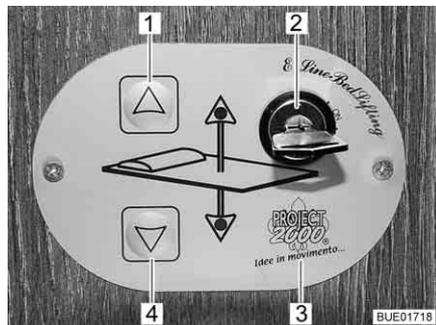

Bild 107 Bedienteil
Bedienteil Mit den Tasten (Bild 107,1 und 4) auf dem Bedienteil (Bild 107,3) wird das Hubbett abgesenkt oder angehoben. Mit dem Schlüsselschalter (Bild 107,2) wird das Bedienteil gegen unbefugte Benutzung gesichert.
- Schlüssel im Schlüsselschalter (Bild 107,2) drehen. Das Bedienteil (Bild 107,3) ist aktiviert.
- Pfeiltaste (Bild 107,4) drücken und so lange gedrückt halten, bis das Hubbett in die gewünschte Position nach unten gefahren ist.
- Pfeiltaste (Bild 107,1) drücken und so lange gedrückt halten, bis das Hubbett in die Endstellung nach oben gefahren ist.